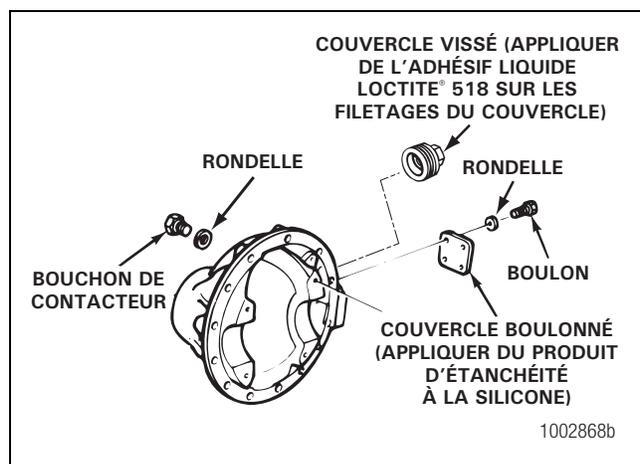

Figure 6.20
3. Poser les quatre rondelles et boulons. Serrer les boulons au couple de 7,5 à 9 lb-pi (10 à 12 N•m). Figure 6.20.